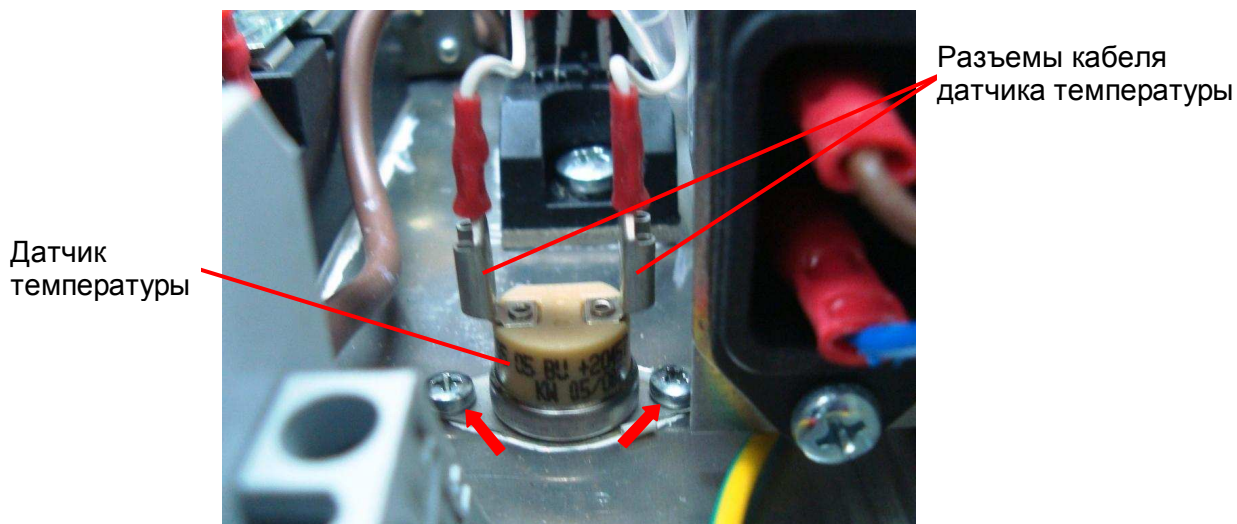

Рис. 7.7 Установка датчика температуры.
7.4.3. Установить датчик температуры на радиатор (рис. 7.7) и слегка притереть его. Вкрутить два винта крепления датчика температуры (рис. 7.7, красные стрелки).
7.4.4. Подсоединить к контактам датчика разъемы кабеля датчика температуры (рис. 7.7).